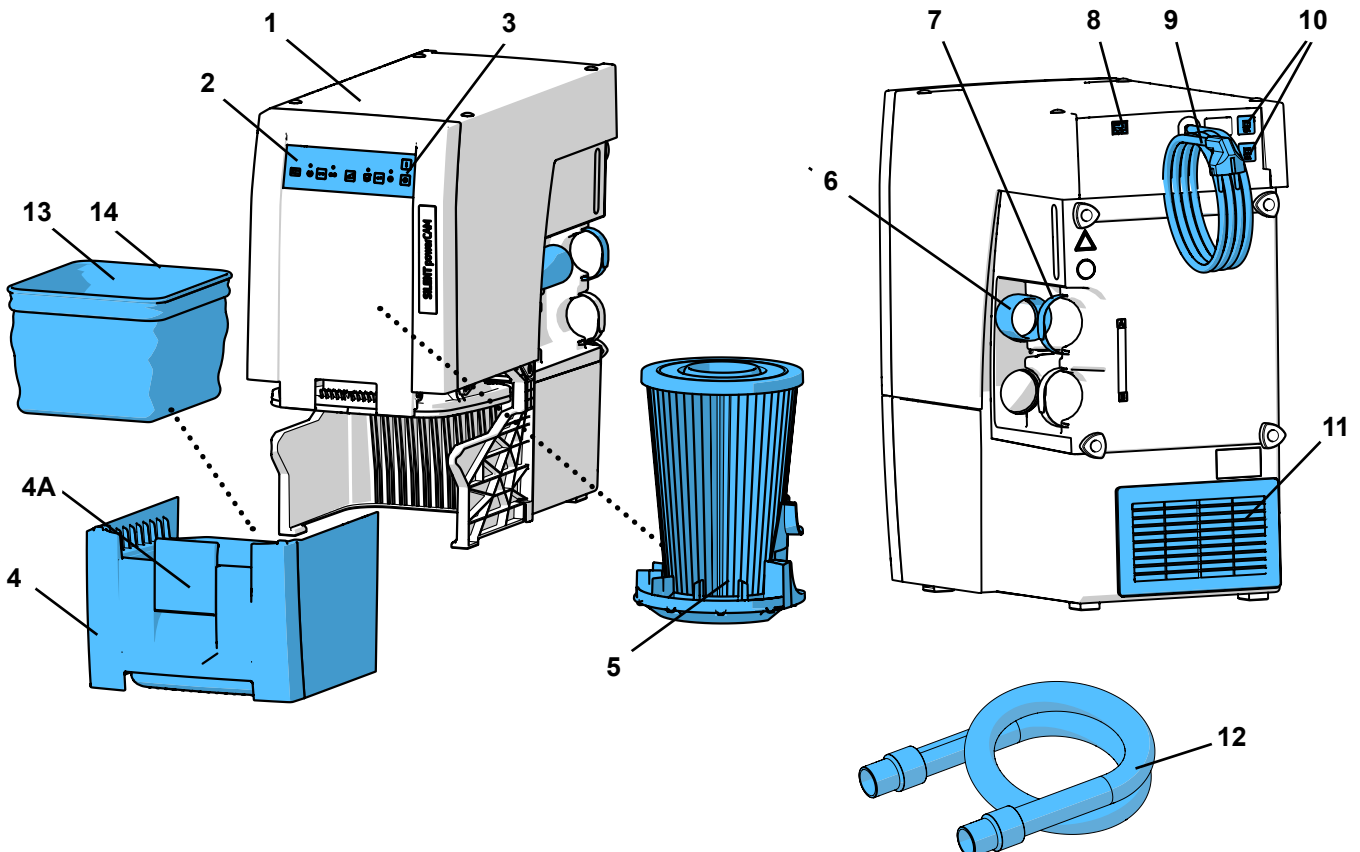

図1
- 集塵装置は、排気口(11, 図1)を妨げないように、設置してください。
- 外部排気装置 (A) (4.6章参照)。
- キャビネットの後壁に開口部 (B) を、排気口から直接の位置に250×120 mm以上のサイズで設けます(11、図1)。
- キャビネットの後壁 (C) を取り除き、キャビネット背面から壁までの間隔を少なくとも50 mm取ります。
- ⇒建物設置のコンセントに電源コード (9, 図1) を差し込みます。